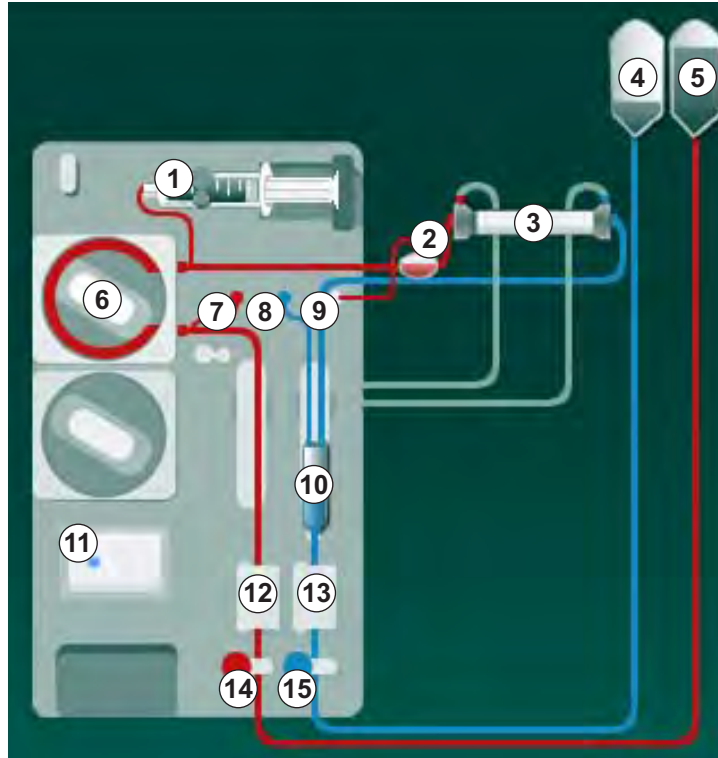

Bild 5-8 Ansluta ett blodslangset med priming påse till påse
2. Ta dialysatorkopplingarna från spolningsbryggan och anslut till dialysatorn (Bild 5-8 Ansluta ett blodslangset med priming påse till påse (94) © ) när maskinen ber dig göra det. Observera färgkodningen: